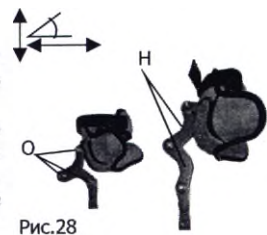

Рис.28
Подголовник многопозиционный (при наличии) имеет дополнительный способ регулировки по высоте - см. пункт ниже и рис. 28
12) Регулировка подголовника (при наличии) по глубине и углу наклона (рис.28, 29)